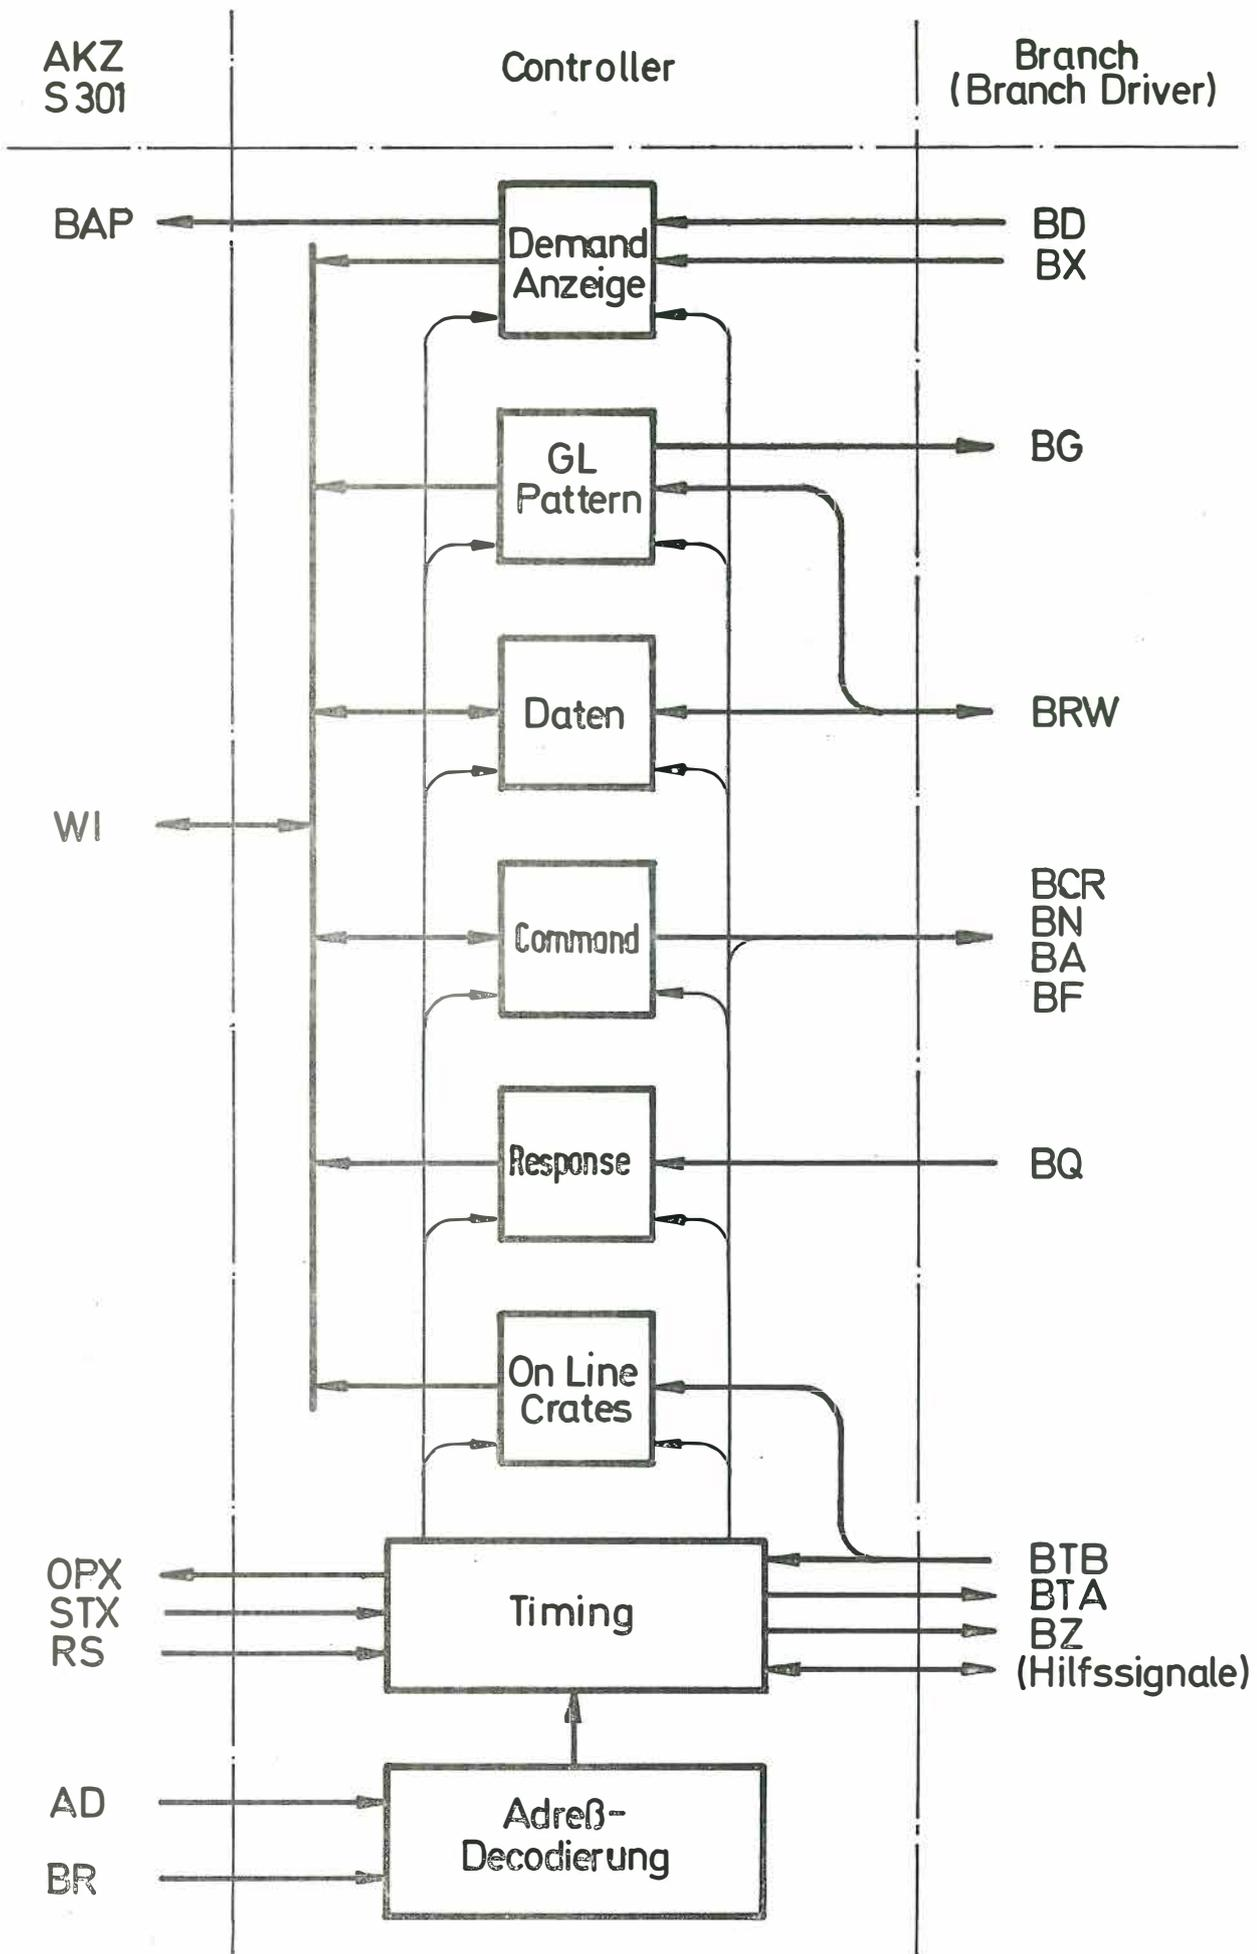

Fig. 2 Programmgesteuerter CAMAC Controller an der Akkumulator-Nachtstelle einer S 301
4. Der programmgesteuerte Controller (siehe Fig.2)